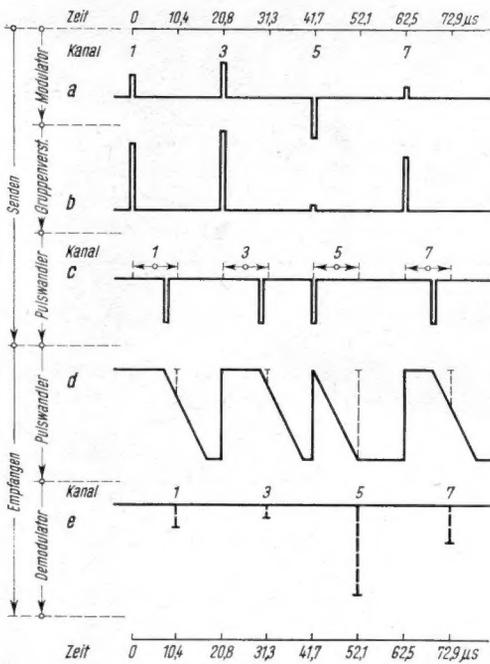

Bild 4. Impulsformen im PPM-Modulations- und Demodulationsgestell
Für die Hilfsspannungen ist ein quarzstabilisierter 48-kHz-Puls-generator mit nachgeschaltetem Frequenzteiler 48 : 8 und Phasenschieber vorgesehen. — Das im Fernsprechverkehr zu übertragende Gleichstromzeichen betätigt ein jedem Modulator zugeordnetes Telegrafienrelais. Dieses bewirkt, daß während der Dauer des Zeichens die Kanalimpulse die größtmögliche negative Amplitude erhalten, d. h. die größtmögliche zeitliche Vorversetzung des Impulses wie Kanal 5 in Bild 4. Diese direkte Zuführung der Ruf- und Wahlzeichen ohne jedes Umsetzen ist einer der großen Vorzüge des PPM-Systems. Grundsätzlich arbeitet die PPM-Anlage pro Sprechkanal als Vierdrahtverbindung; Ein- und Ausgangspegel entsprechend den normalen Werten im Drahtsprechverkehr, so daß PPM-Anlagen in jedes Drahtfern-sprechnetz beliebig eingefügt und auch Teilstücke von Wechselstrom-Telegrafie-einrichtungen (WT) bilden können; ein Sprechkanal kann bis zu 24 WT-Kanäle tragen.